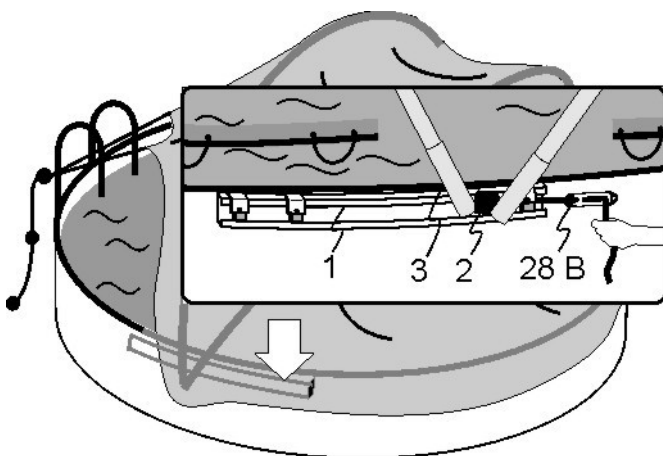

Abb. 7.3
Das Seil (4) am Schieber (2) an dem Spanner (28/B) einklemmen um ein Verrutschen des Schiebers (2) während des Aufziehens zu verhindern. (Abb. 7.3)